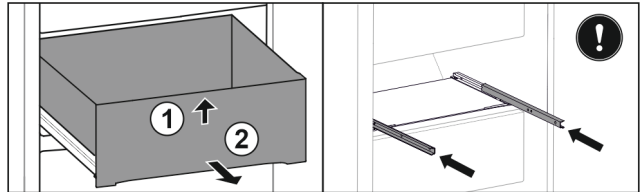

Fig. 38
- ▶ Приподнимите выдвижной ящик спереди. Fig. 38 (1)
- ▶ Извлеките выдвижной ящик движением вперед. Fig. 38 (2)